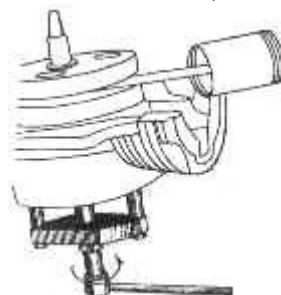

Рис. 90. Выпрессовка коленчатого вала из левой половины картера силового агрегата
1. Закрепить болты съемника в резьбовых отверстиях винтов крепления левой крышки картера (рис. 90). При этом длинный болт должен быть завернут в верхнее отверстие, так как в нем резьба начинается на расстоянии 10 мм от плоскости разъема.